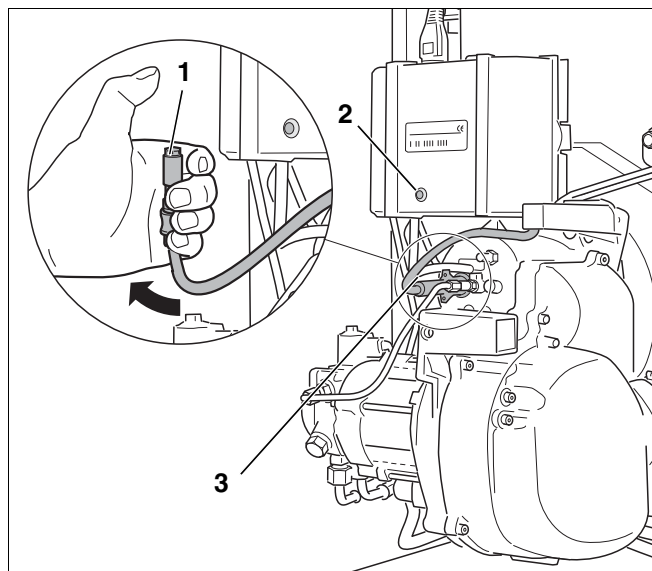

Рис. 40 Проверка работы датчика пламени
- При работающей горелке вынуть датчик пламени из держателя (рис. 40, поз. 3).
- Датчик пламени держать против света (рис. 40, поз. 1). После повторного запуска должно произойти отключение из-за неисправности.
- По истечении времени ожидания, составляющего примерно 30 секунд, нужно разблокировать автомат горения дизельного топлива, нажав кнопку подавления помех (рис. 40, поз. 2) или кнопку Reset на ВС 10.